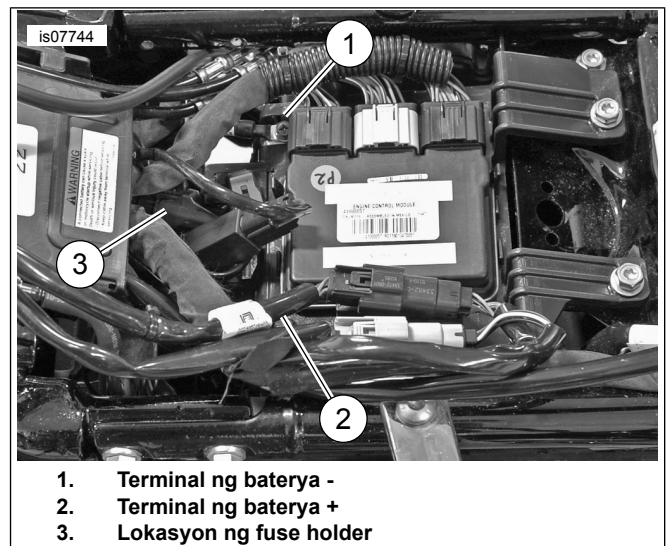

Figure 11. Koneksyon ng Baterya
- a. Tingnan ang Figure 11 . Idiskonekta ang [162] na matatagpuan sa likod ng sandalan ng pasahero.
8. Tingnan ang Figure 11 . Ikabit ang takip ng wire trough.